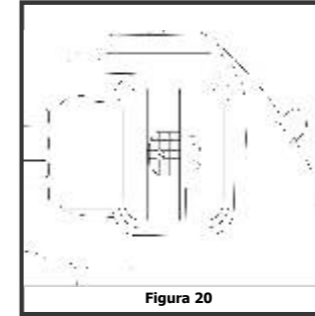

Figura 20
- a) Remova o parafuso fixador da grade retentora (Figura 20) com uma chave de fenda (contida no kit);